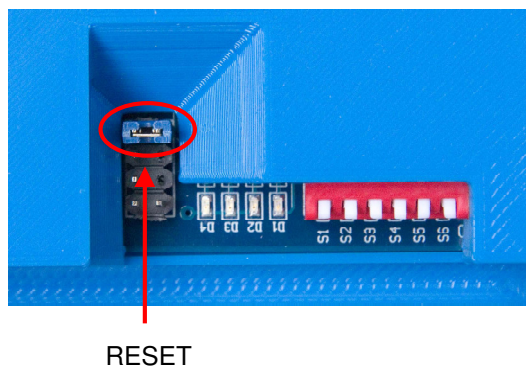

Abbildung 35: Reset
10. Setzen Sie das UCCI/E zurück, das Sie aktualisieren möchten. Dazu stecken Sie einen Jumper auf die RESET-Pins (Abbildung 35) und lassen ihn dort. Normalerweise ist auf einem der Pins des Blocks ein Ersatz-Jumper "geparkt", mit dem Sie das UCCI/E zurücksetzen können.